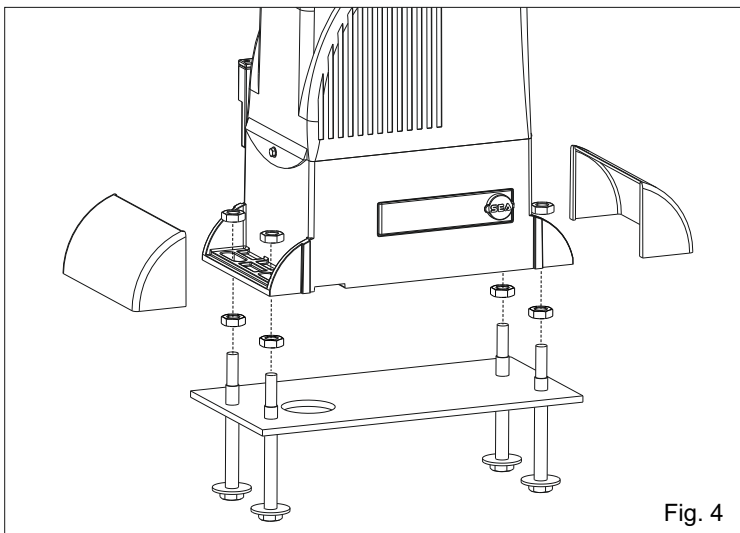
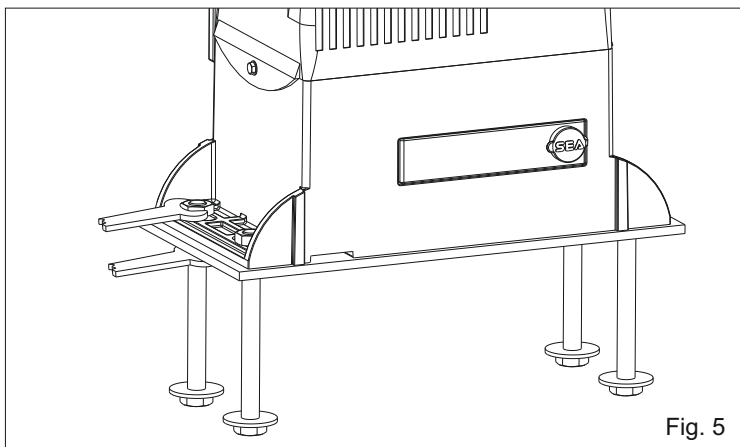

Fig. 4
Fig. 5
**4.1.** Fixer le motoréducteur à la plaque de fondation en réglant la position latérale et son hauteur (Fig. 4 - Fig. 5) en respectant les cotes cités dans Fig. 2.